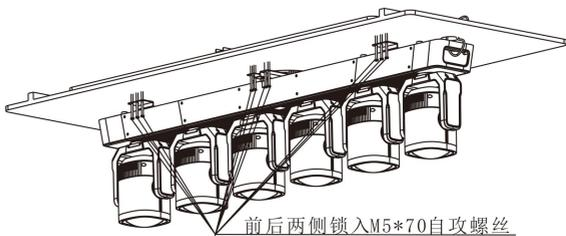

图8
9.调整灯具方向在合适的位置后，取 M5\*70 自攻螺丝把灯具固定到天花板上，如图 8；